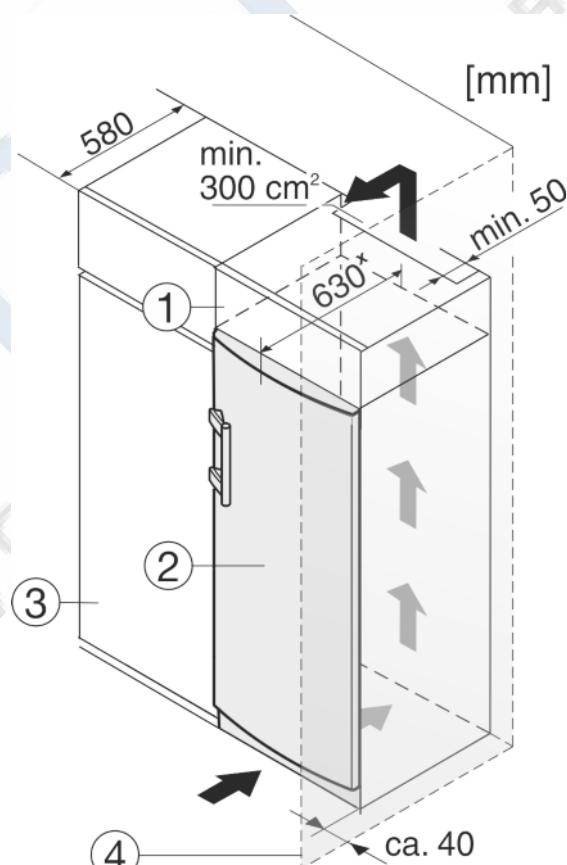

Fig. 11
Устройство может быть окружено предметами кухонной обстановки. Чтобы уравнять устройство *Fig. 11 (2)* по высоте с кухонной стенкой, можно установить над устройством соответствующий дополнительный шкафчик *Fig. 11 (1)*.
При комбинировании с кухонными шкафами (глубина макс. 580 мм) устройство можно установить непосредственно рядом с кухонным шкафом *Fig. 11 (3)*. Устройство выступает сбоку на 34 мм^x и по центру на 50 мм^x относительно передней стенки кухонного шкафа.
Если устройство установлено на шарнирах у стены *Fig. 11 (4)*, то расстояние между устройством и стеной должно быть не менее 40 мм. Настолько выступает ручка при открытой дверце.